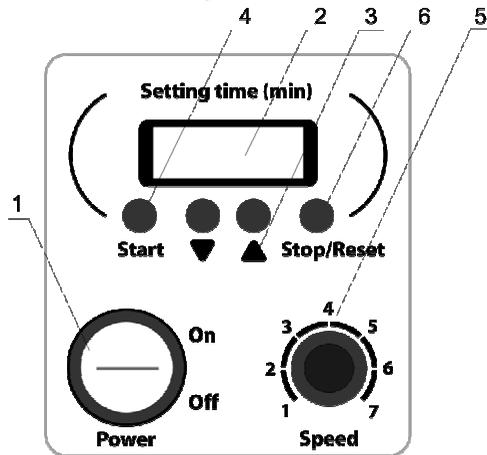

Abb. 1 Steuerung
- 4.3. Schalten Sie den **Power**-Schalter (Ein-Schalter) auf **On** ein (Abb. 1/1), die Zeitanzeige (Abb. 1/2) leuchtet auf.
- 4.4. Mit den Tasten ▼ und ▲ (Abb. 1/3) stellen Sie die gewünschte Arbeitszeit ein, indem Sie den Timer als Richtschnur benutzen. Die eingestellte Zeit wird in Stunden und Minuten (hh:mm) angezeigt.
- 4.5. Drücken Sie die Taste **Start** (Abb. 1/4). Die Plattform beginnt zu rotieren, und der Timer beginnt das eingestellte Zeitintervall herunter zu zählen. Zeitintervalle unter 1 Stunde werden in Minuten und Sekunden (mm:ss), über 1 Stunde in Stunden und Minuten (hh:mm) angezeigt.
- 4.6. Stellen Sie die gewünschte Rotationsgeschwindigkeit (empfohlen von den methodischen Vorgaben) mit der Taste **Speed** (Geschwindigkeit) ein (Abb. 1/5).
- 4.9. Der Minirotator kann erforderlichenfalls vor Ablauf der eingestellten Zeit durch Drücken der Taste **Stop/Reset** (Stopp/Zurücksetzen) unterbrochen werden (Abb. 1/6). Die Timeranzeige zeigt für 20 s die Zeit an, die der Rotator gelaufen ist, danach zeigt sie das eingestellte Zeitintervall an.